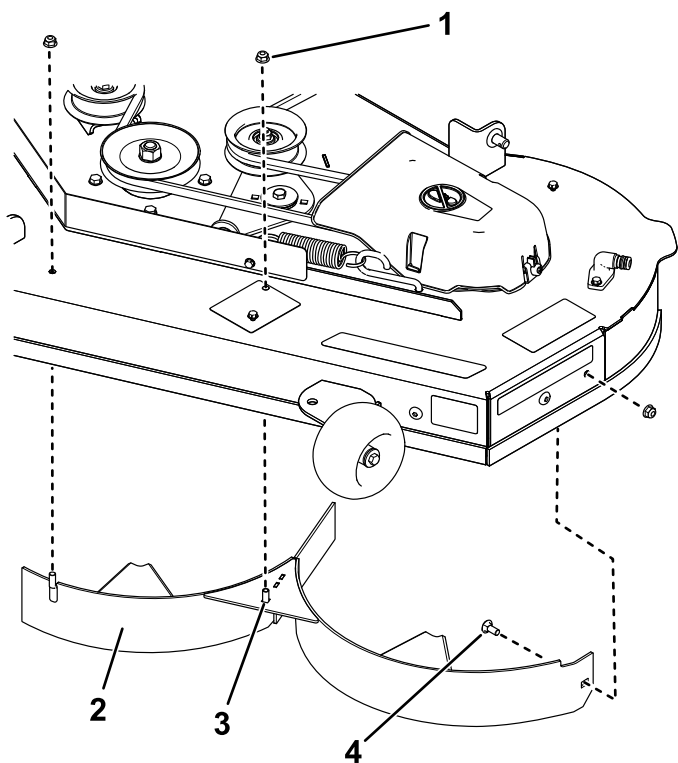

図 14
7. 左側バッフルに溶接されているピンからロックナット5/16"2個を外す 図 14。
8. 左側バッフルをデッキに固定しているキャリッジボルトとロックナットを外してバッフルを外す 図 14。
9. 異物の飛び出しを防止するために、付属部品の中にあるボルト2本と、先ほど外したロックナットを使って、刈り込みデッキの 図 14の位置にある溶接付けピン用の穴を塞ぐ。